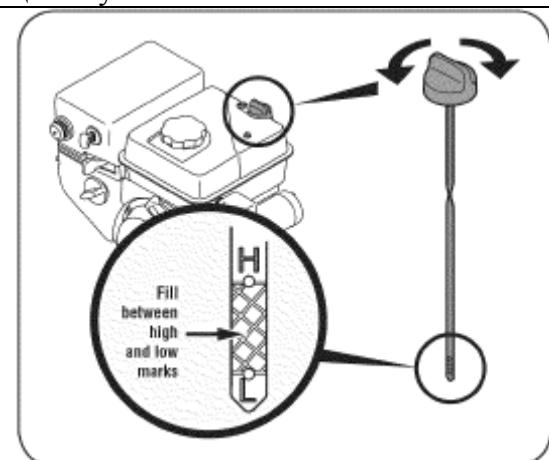

Рис. 17
4. Отвинтите рыхшку маслозаливной горловины и извлеките щуп. Если уровень масла не достаточный, то медленно долейте рекомендованного масла, что бы он находился между отметками высокий (H) и низкий (L). См. Рис. 17.